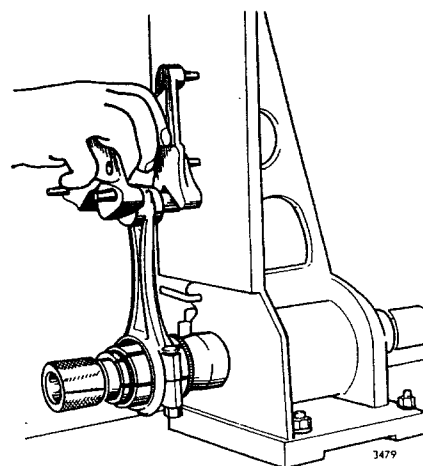

Fig 01-40. Kontroll av vevstakens rakhet
6. Kontrollera vevstakarnas rakhet och vridning. Se fig 01-40 och 01-41.